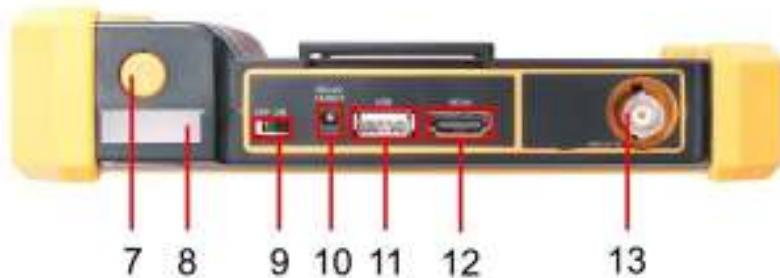

Рис.4 Тестер TSH-H-5, разъемы и кнопки верхней панели
Подключение аналоговой (CVBS) или AHD/TVI/CVI видеокамеры производится к разъему BNC (13) Рис.4 с обозначением AHD CVI TVI на верхней панели тестера. При необходимости нужно использовать кабель BNC-BNC из комплекта поставки.
Подключение HDMI-устройств производится к входу с обозначением HDMI IN на верхней панели тестера (12) Рис. 4. Тестер в этом режиме работает как HDMI - монитор.
Данная функция тестера позволяет получать информацию о примерной мощности потребления подключенной к тестеру нагрузки (когда тестируемая камера получает питание от тестера через выход DC12V/1A (10) Рис. 4). Для включения этой функции с помощью кнопок навигации войдите в пункт главного меню Power Info. На экран будет выведено напряжение питания и мощность подключенной нагрузки.
Тестер оборудован USB портом (11) Рис. 4 к которому можно подключать USB накопители. Встроенное приложение позволяет просматривать текстовые, графические, аудио и видео файлы.